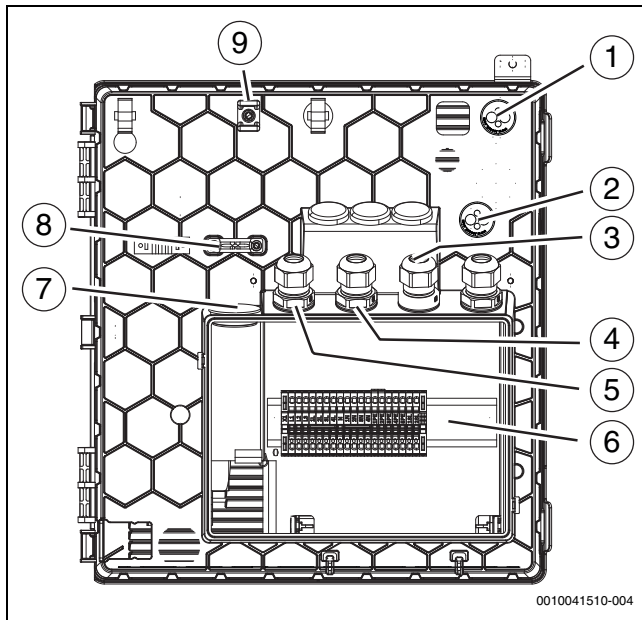

Bild 32 Kabeldurchführungen zum Klemmenkasten
Bei Kabeldurchführungen (→ Abbildung 32 [1], [2], [7]) genügt ein kleiner Einstich in die Membran, dann können die Leitungen durchgeschoben werden.
- ▶ Nach dem Einföhren der Kabel die Kabelverschraubungen festziehen (→ Abbildung 32 [3], [4], [5]).
- ▶ Die festgelegten Befestigungspunkte [9] für die Befestigung der durch die Einföhren geföhrt Kabel verwenden (→ Abbildung 32 [1], [2]).